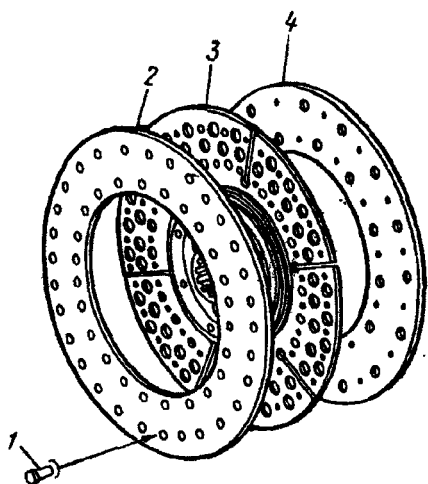

Рис. 124. Диск ведомый сцепления:
14. Установите ведомый диск в сборе на пресс, выпрессуйте заклепки 1 (рис. 124) крепления фрикционных накладок к диску сцепления и снимите фрикционные накладки 2 и 4 с ведомого диска	Пресс для клепки фрикционных накладок дисков, специальный пуансон, отвертка, слесарный верстак
31. Совместите отверстия фрикционных накладок 2 и 4 (см. рис. 124) с отверстиями ведомого диска 3 сцепления и прижмите накладки к диску струбциной	Пресс для клепок фрикционных накладок